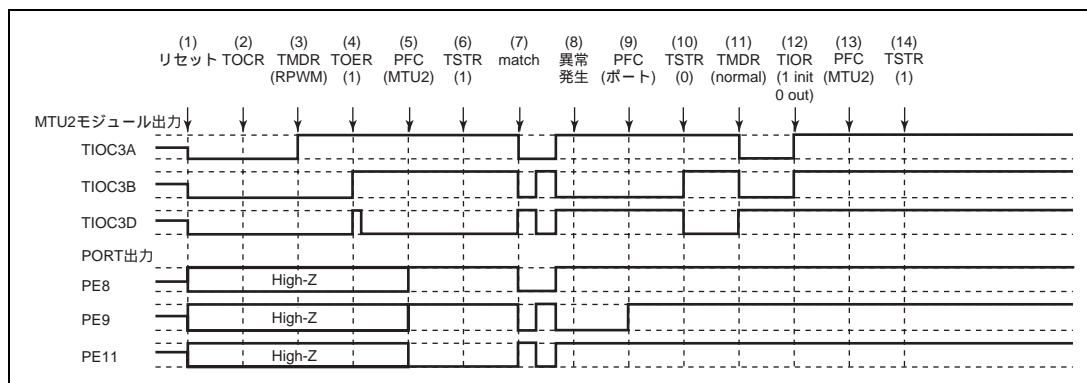

図 10.162 リセット同期 PWM モードで異常が発生し、ノーマルモードで復帰する場合
(1) ~ (10) は図 10.162 と共通です。
(11) PWM モード 1 を設定してください (MTU2 出力は正相側がローレベル、逆相側がハイレベルとなります)。
(12) TIOR で端子を初期化してください (PWM モード 1 では TIOC\*B 側は初期化されません)。
(13) PFC で MTU2 出力としてください。
(14) TSTR で再スタートします。
(28) リセット同期 PWM モードで動作中に異常が発生し、相補 PWM モードで再スタートする場合の動作
- (1) ~ (10) は図 10.162 と共通です。
- (11) TOER でチャンネル 3、4 の出力を禁止してください。
- (12) TOCR で相補 PWM の出力レベルと周期出力の許可禁止を選択してください。
- (13) 相補 PWM を設定します (MTU2 の周期出力端子はローレベルになります)。
- (14) TOER でチャンネル 3、4 の出力を許可してください。
- (15) PFC で MTU2 出力としてください。
- (16) TSTR で再スタートします。
(29) リセット同期 PWM モードで動作中に異常が発生し、リセット同期 PWM モードで再スタートする場合の動作
- (11) PFC で MTU2 出力としてください。
- (12) TSTR で再スタートします。
- (13) コンペアマッチの発生によりリセット同期 PWM 波形を出力します。